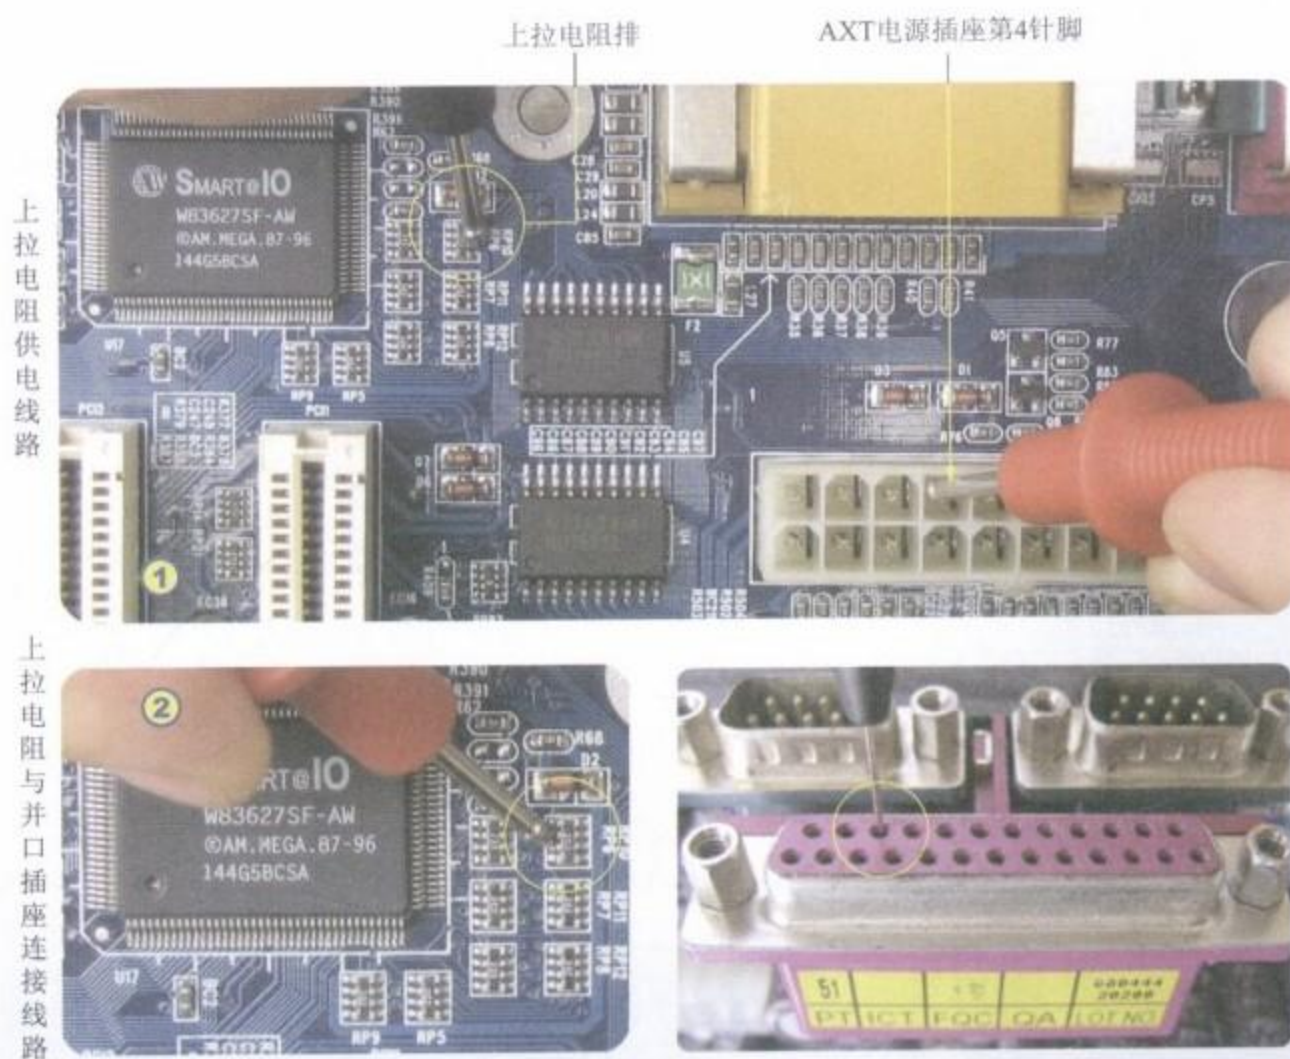

图5-44 测量上拉电阻排的连接线路
Step 02 测量并口电路中上拉电阻排的连接线路，如图5-44所示。